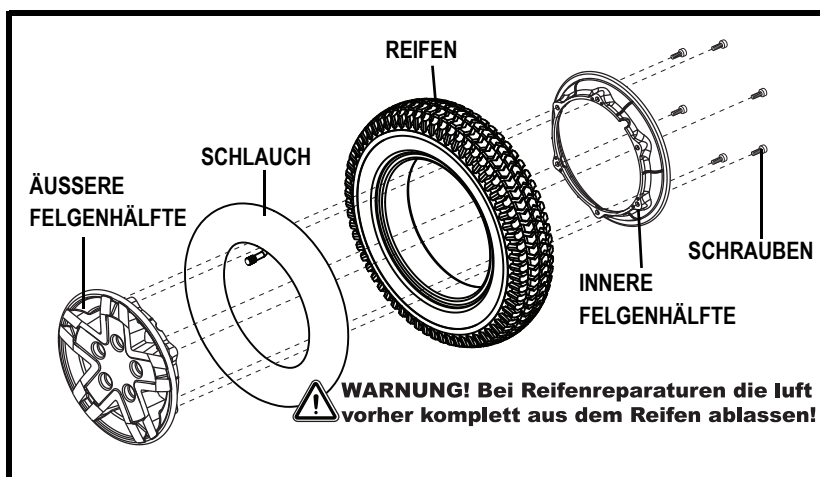

Abb. 24. Zerlegtes Antriebsrad des Lightning
6. Entfernen Sie die Schrauben und trennen die äußere und innere Felge voneinander. **Siehe Abb. 24.**